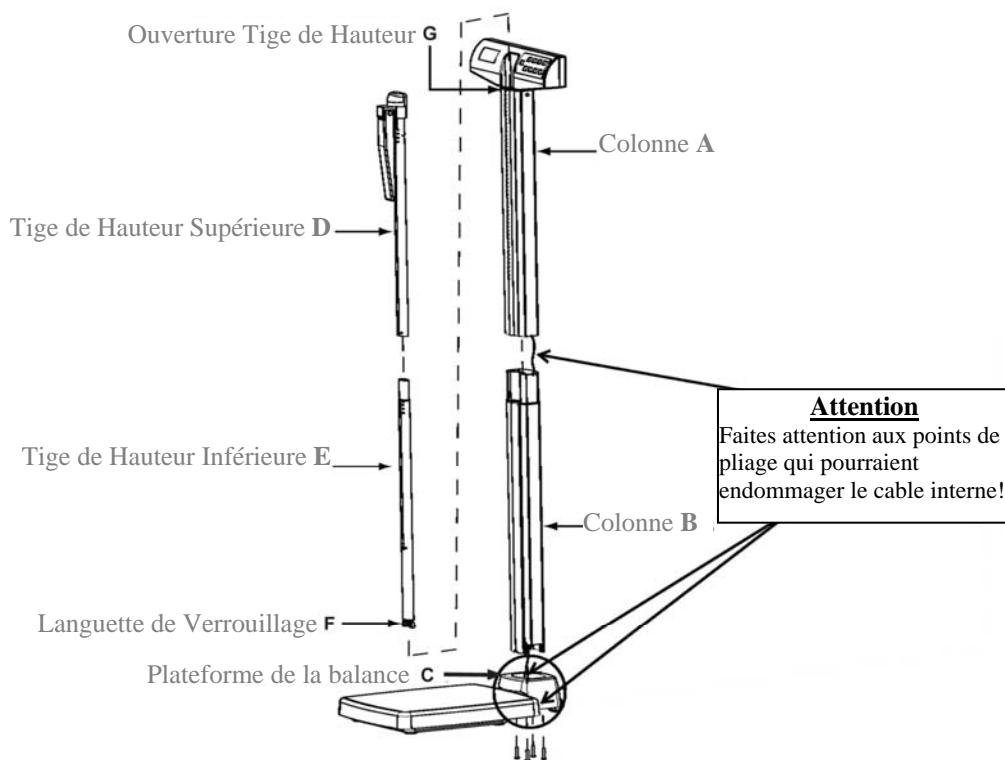

Figure 1
1. Enlevez avec soin la plateforme de la balance **C** et les colonnes **A** et **B** de la boîte. Placez la plateforme de la balance et les colonnes sur une surface plane, nivelée et sèche (voir Figure 1).
2. Enlevez les 4 petites vis et les rondelles du bas de la colonne **B** (voir Figures 1 et 2).
3. Localisez le connecteur du câble dans la colonne **A** (voir Figures 1 et 3).
4. En tenant la colonne **A**, glissez le connecteur du câble par le sommet de la colonne **B**. Le sommet de la colonne **B** a une entaille (voir Figure 1 et 5).
5. Branchez le connecteur du câble dans la prise RJ, située sur la plateforme de la balance **C** (voir Figures 1 et 4).
6. Alignez la colonne **A** et la colonne **B**. Enclenchez la languette de verrouillage en place. Assurez-vous que la languette de verrouillage est verrouillée en place (voir Figures 1 et 5).
8. Insérez les 4 petites vis par les trous de vis du dessous de la plateforme de la balance **C** et dans la colonne **B**. Assurez-vous que les rondelles sont situées entre les têtes de vis et les trous de vis de la plateforme de la balance **C** (voir Figures 1, 6, et 7).
9. En utilisant un tournevis à tête Phillips, serrez les vis pour fixer la colonne **B** à la base de la plateforme **C** (voir Figures 1, 6, et 7).
10. Localisez la tige de hauteur supérieure **D** et la tige de hauteur inférieure **E** de la boîte (voir Figure 1).
12. Positionnez le bas de la tige de hauteur pleinement assemblée dans l'ouverture de la tige de hauteur **G** au sommet de la colonne supérieure **A**. Appuyez sur la languette de verrouillage **F** vers l'intérieur pour insérer la tige de hauteur dans l'ouverture de la tige de hauteur **G** (Figures 1 et 10).